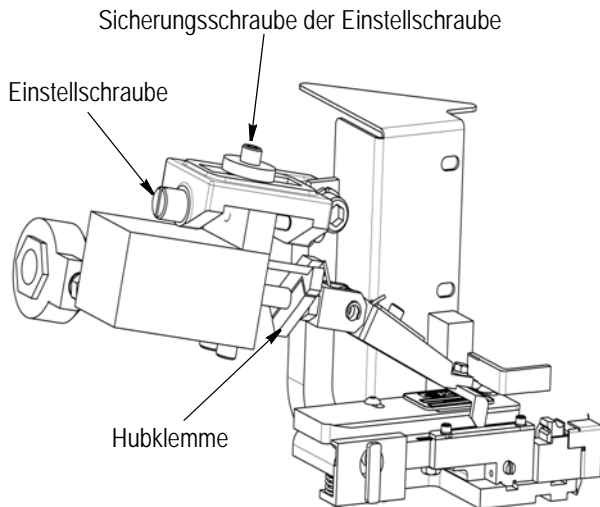

Abbildung 9
8. Drehen Sie die Einstellschraube, bis die Einstellung stimmt. Siehe Abbildung 9.
11. Ist der Hub des Vorschubfingers nicht korrekt, lösen Sie die Hubklemme (Abbildung 9) und schieben Sie die Klemme zum Druckluftzylinder hin, um den Hub zu verringern, bzw. vom Zylinder weg, um den Hub zu erhöhen.